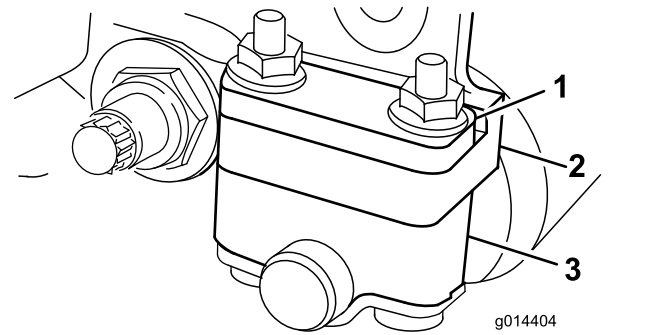
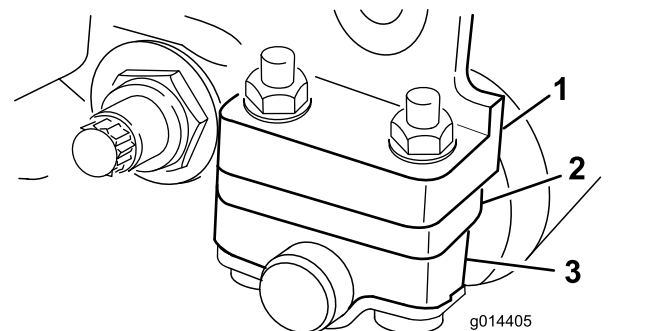

Figure 12
Figure 13
- Placez l'entretoise en dessous de la bride de fixation de la plaque latérale lorsque les hauteurs de coupe sont comprises entre 3 et 25 mm, comme montré à la Figure 13.
Selon la hauteur de coupe désirée, vous devrez placer les supports de rouleau arrière (Figure 12 ou Figure 13) en position haute ou basse :
- Placez l'entretoise au-dessus de la bride de fixation de la plaque latérale (réglage d'usine) lorsque les hauteurs de coupe sont comprises entre 1,5 et 6 mm, comme montré à la Figure 12.
4. Placez les entretoises sur les boulons au-dessus ou au-dessous des supports de rouleau, selon le cas (Figure 12 ou Figure 13).